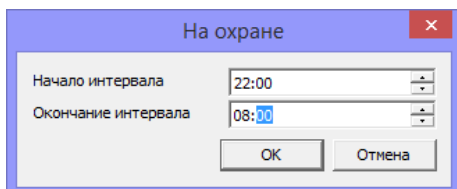

Рисунок 15.13 — Окно *На охране* (установка временного интервала охраны)
- 6) В открывшемся окне *На охране* (см. рисунок 15.13) задайте необходимый временной интервал и нажмите кнопку *OK*.